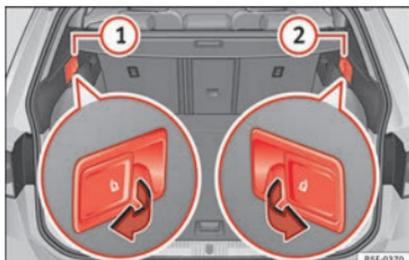

Abb. 152 Im Kofferraum: Entriegelungshebel im Abstand der Teile links (1) und rechts (2) von der Rücksitzlehne.
- Ziehen Sie am Hebel zur Fernentriegelung auf der linken » Abb. 152 (1) oder der rechten (2) Seite der Rückenlehne in Pfeilrichtung. Der entriegelte Teil der Rücksitzbank klappt nun automatisch nach vorn um.